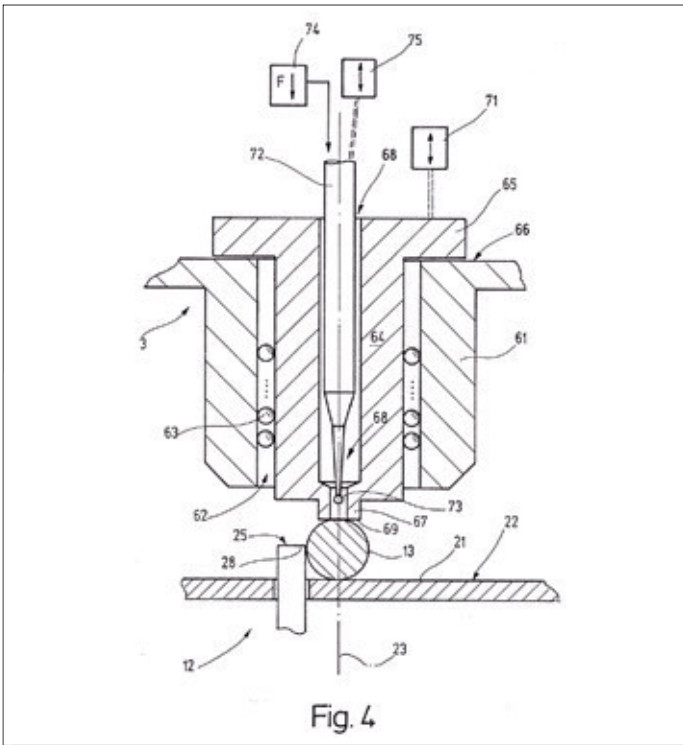

Fig. 4
- System enables exact measuring at the measuring axis i.e. the highest point of the O-Ring, see fig. 4
- System ermöglicht das exakte Messen in der Messachse, also am höchsten Punkt eines O-Ringes, siehe Fig. 4
- El sistema permite la medición exacta desde el eje de medición, es decir desde el punto más elevado de la junta tórica. Ver fig. 4